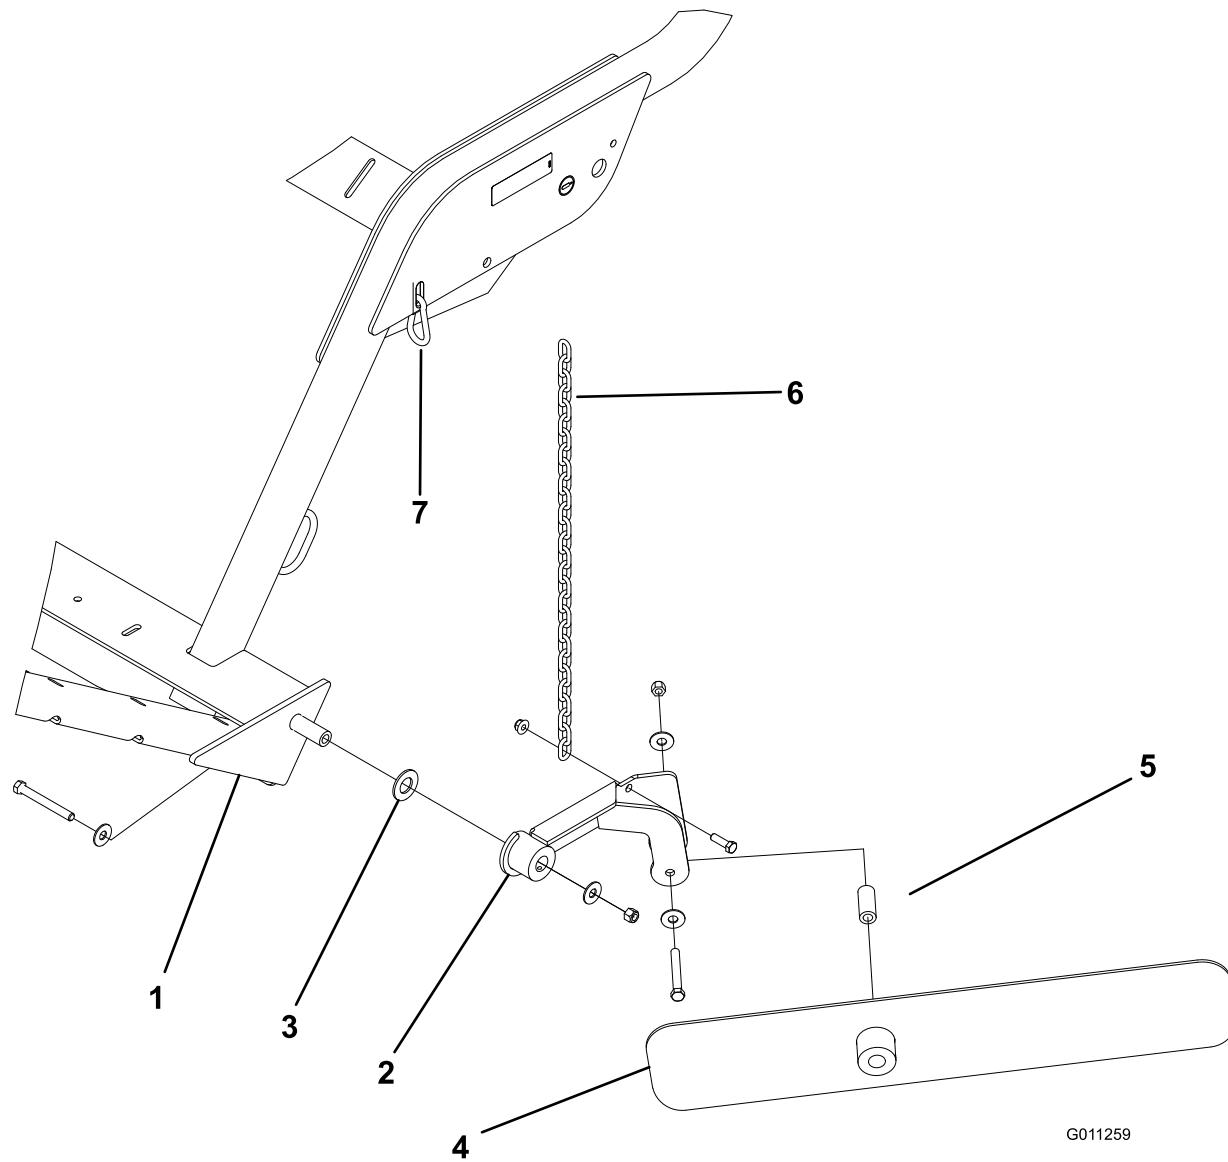

Figura 15
- Fixe o conjunto de montagem da lâmina na extremidade esquerda da estrutura da vassoura com um parafuso de 7/16 x 3-1/4 polegadas, (2) anilhas pequenas, uma anilha grande e uma porca de bloqueio. Posicione os componentes como se indica na Figura 15.
- Fixe o conjunto de montagem da lâmina de alinhamento com um parafuso de 7/16 x 3-1/4 polegadas, (2) anilhas, um espaçador e uma porca de bloqueio. Monte os componentes como se indica na Figura 15. A extremidade mais longa da lâmina deve ser colocada afastada da vassoura.
- Prenda a corrente no conjunto de suporte da lâmina com um parafuso de 3/8 x 1-1/4 polegadas e porca (Figura 15).
4. Fixe a outra extremidade da corrente à ranhura da estrutura com a articulação de encaixe (Figura 15). Tem de haver alguma folga na corrente, quando ligada.